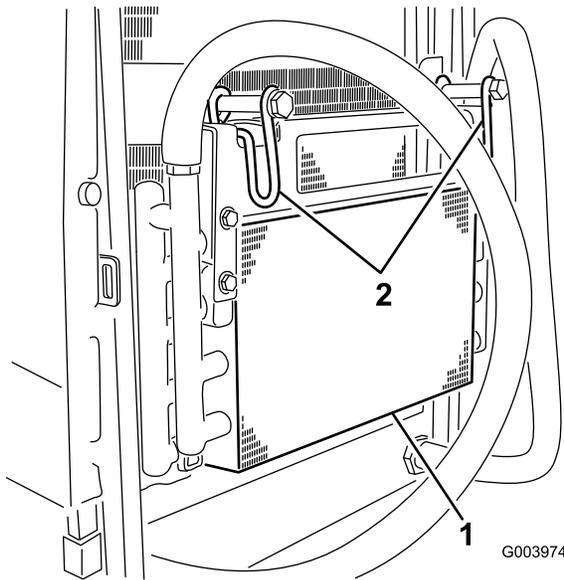

Figura 73
5. Articule os trincos para dentro para libertar o arrefecedor do óleo (Figura 73).